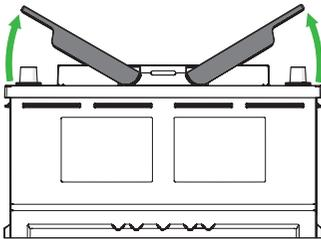

Abbildung 6.
- a) Handgriffe um 30° anheben. (Abbildung 6)